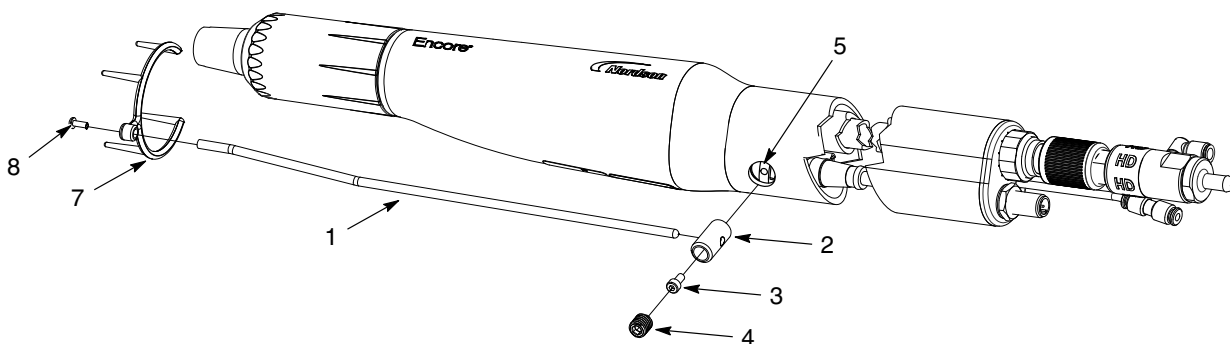

Figura 3-5 Instalarea colectorului de ioni - Pistol montat pe tub
**NOTĂ :** Orificiul de montare a colectorului de ioni trebuie montat către partea din față a pistolului, așa cum se indică în Figura 3-5. În cazul în care orificiul colectorului de ioni este montat către capătul din spate, acesta trebuie inversat pentru a permite accesul la placa de împământare din ansamblul corpului spate. Dacă este necesar, realizați pașii de la 1 la 7 pentru procedura de Dezasamblare a pistolului montat pe tub de la pagina 7-2 pentru demontarea tubului, apoi realizați activitățile în ordine inversă și reasamblați pistolul.
1. Scoateți dopul din orificiul de montare (5) dacă este cazul.
2. Vezi Figura 3-5. Asigurați știftul (2) la placa de împământare cu ajutorul șurubului cu cap tubular (3).
3. Introduceți tija colectoră (1) în știft și fixați-o cu șurubul de fixare cu vârf din nylon M10 x 10 (4).
4. Fixați vârful multipunct (7) la tija colectoră cu ajutorul șurubului M3 x 8 (8).